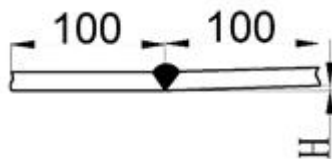

图 6 角变形的测量示意图
5) 裁判员测量角变形时, 应在距离焊缝中心沿试件 100mm 处的两边进行测量。角变形的测量如图 6 所示。